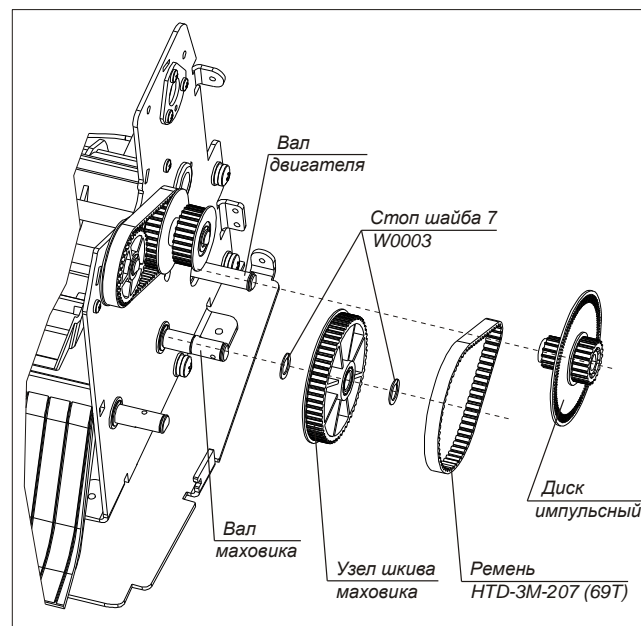

Рис. 25
3. Снимите диск импульсный с вала двигателя (рис.25).
4. Снимите ремень HTD-3М-207 (69Т) (рис. 25).
5. Извлеките стоп шайбу 7 W0003 из кольцевой проточки вала маховика (рис. 25).
6. Снимите узел шкива маховика (рис.25).
7. Извлеките вторую стоп шайбу 7 W0003 из кольцевой проточки вала маховика (рис. 25).